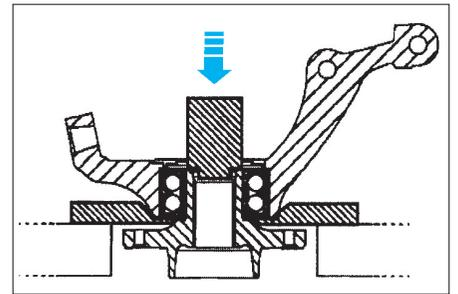

FIG. 10
- le moyeu du pivot avec un mandrin de Ø 35 mm, depuis l'intérieur du pivot (Fig.10). Puis déposer le circlip du roulement.